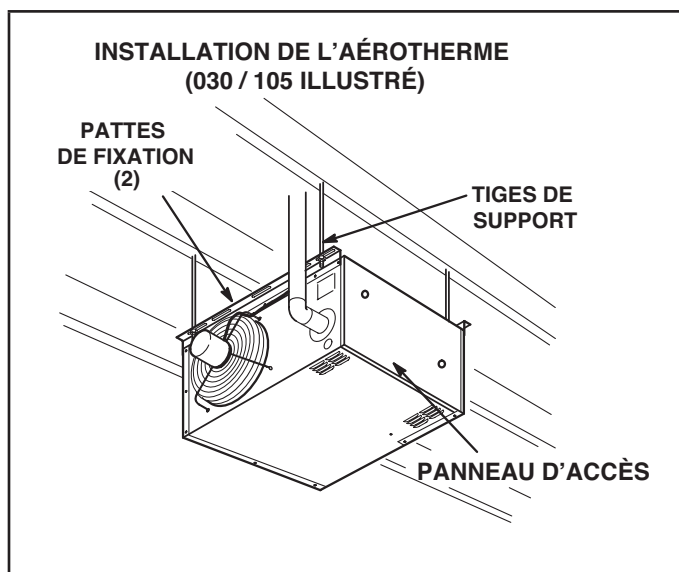

FIGURE 2
L'unité peut être installée comme illustré à la Figure 2 ou tournée de 180 degrés.
- 6 - Pour maintenir l'unité, fixer la patte de fixation à une solive ou une poutre du plafond. Il est également possible d'installer l'unité sur des tiges de support comme illustré à la Figure 2.